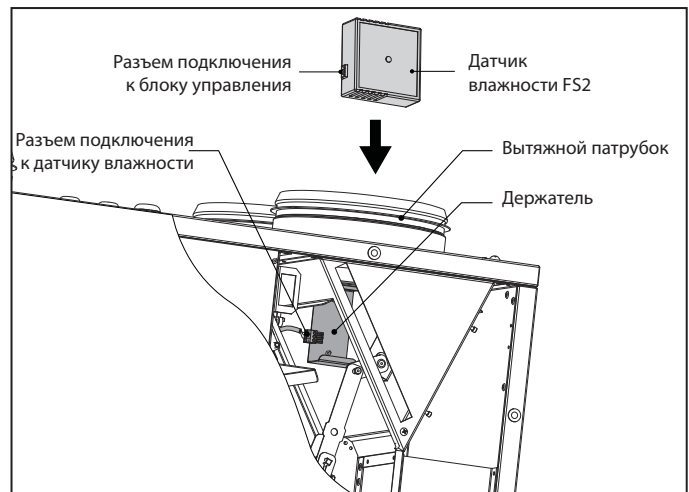

Рис. 11. Монтаж датчика влажности FS2
**МОНТАЖ ДАТЧИКА ВЛАЖНОСТИ FS2 (рис. 11).**